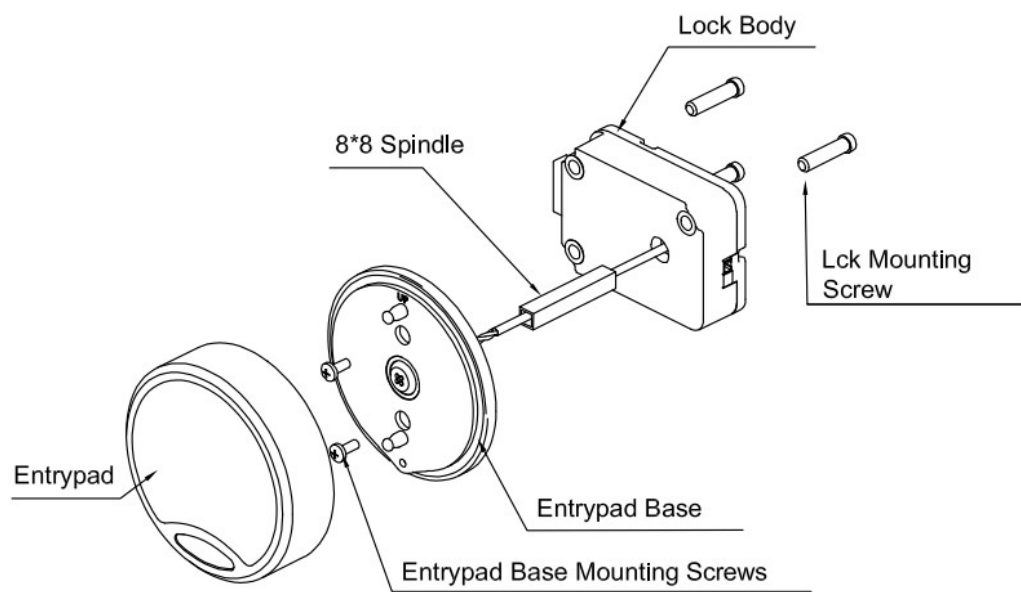

Fig.1
1. Die Eingabeeinheit-Basis wird an der Außenseite der Tresortür installiert und mit zwei werksseitig mitgelieferten Befestigungsschrauben montiert. Die Eingabeeinheit ist magnetisch an der Eingabeeinheit-Basis befestigt. Das Schloß wird an der Innenseite der Tresortür installiert und mit drei werksseitig gelieferten Schlossschrauben befestigt. Eingabeeinheit-Basis und Schloß sind mit einem 4-adrigen Kabel und einer 8 x 8 mm Spindel verbunden. (Abb. 1)